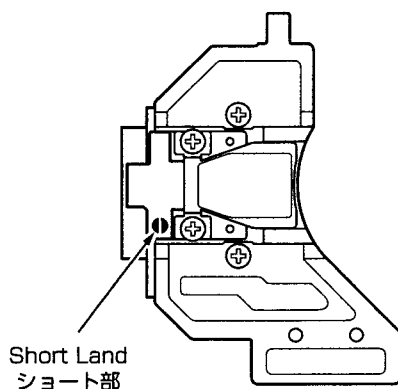

Fig. 3-1
- LD terminals are factory-strapped before shipment to protect LD from electrostatic discharges during transportation. (Fig. 3-1) After connector insertion, unstrap the LD terminal with a soldering iron.
- LDの端子は、出荷時に輸送による静電破壊防止のためショートされています。(Fig. 3-1)ショート部の解放はコネクターを差し込んだ後、半田ゴテで行なってください。